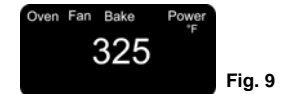

Fig. 9
3. Appuyez une fois sur le bouton Four pour sélectionner la cuisson sans convection ou deux fois pour la cuisson à convection. (Fig. 9)